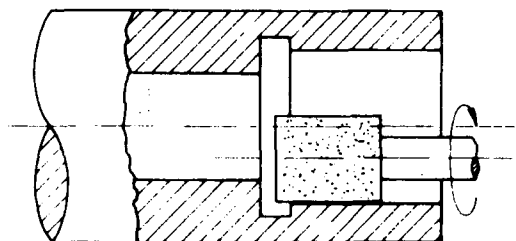

Fig. 1
- 1) Deixe o rebolo deslocar-se até alcançar a metade do canal de saída (fig. 1).